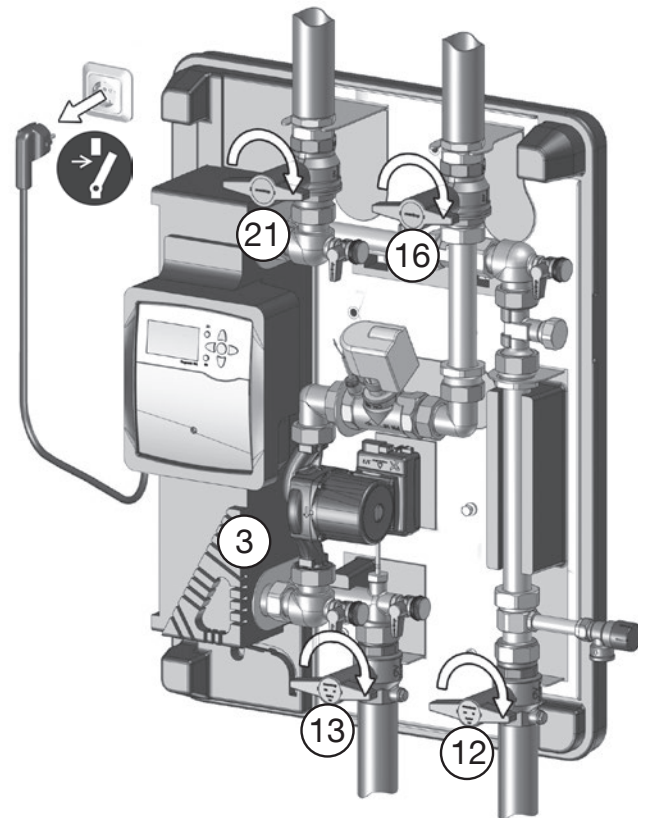

Abb. 5.1: Regler freischalten und Kugelhähne absperren
2. **Absperrkugelhähne 12 und 13** (Trinkwasserkreis) **sowie Pos. 16 und 21** (Speicherkreis) **schließen** (Abb. 5.1).
2. Absperrkugelhähne 12 und 13 (Trinkwasserkreis) sowie Pos. 16 und 21 (Speicherkreis) **schließen** (vgl. Abb. 5.1 auf Seite 31).